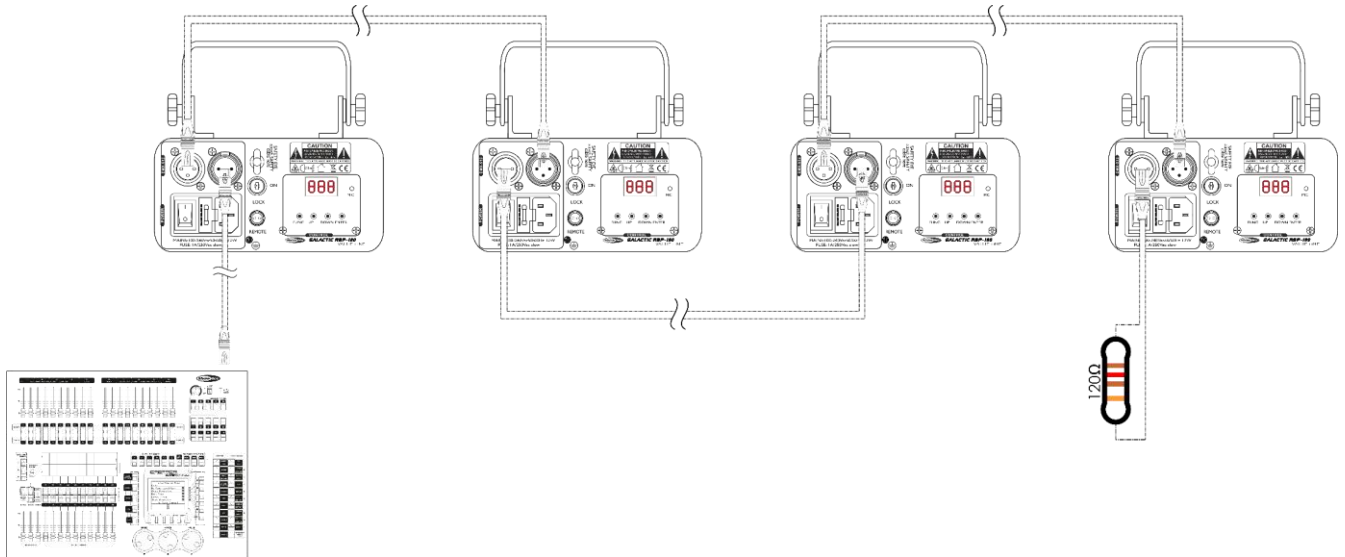

Abb. 04
- 05) Verbinden Sie die Geräte so wie in Abb. 04 gezeigt. Verwenden Sie ein DMX-Datenkabel, um den DMX-Ausgang des ersten Geräts mit dem DMX-Eingang des zweiten Geräts zu verbinden. Wiederholen Sie diesen Vorgang, um das zweite, dritte und vierte Gerät ebenfalls zu verbinden.